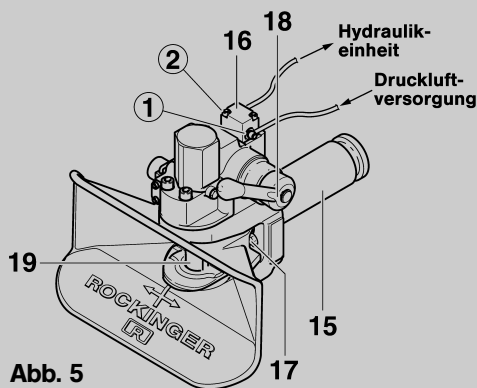

Abb. 5
- Pneumatikanschlußsatz 70981 (Voss-System NG 6/ NW 4) montieren (s. Abb. 5)
- Vom Ventil (16) Anschluß ② zur Hydraulikeinheit
- Vom Ventil (16) Anschluß ① zur Druckluftversorgung (Nebenverbraucher – max. 10 bar, min. 5 bar)